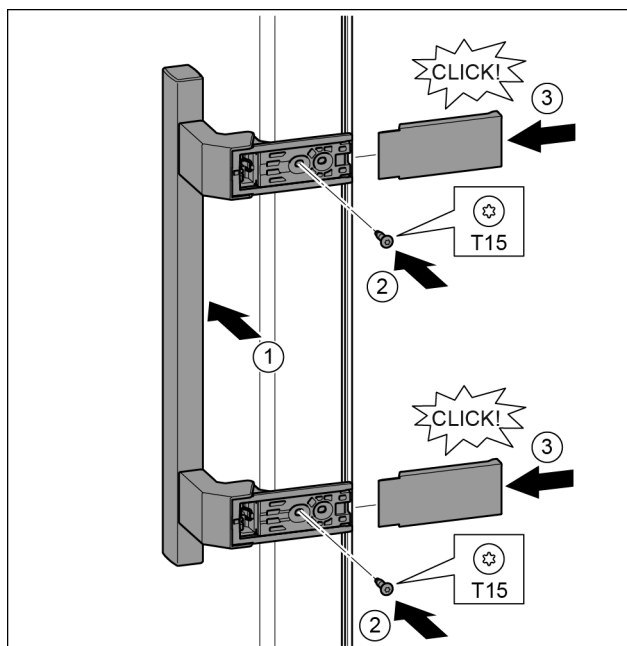

Fig. 19
- Griff auf der Gegenseite ansetzen. Fig. 19 (1)
- Die Schraublöcher müssen genau übereinander liegen. Fig. 19 (2)
- Schrauben mit Schraubendreher T15 festschrauben. Fig. 19 (2)
- Abdeckungen seitlich ansetzen und aufschieben. Fig. 19 (3)